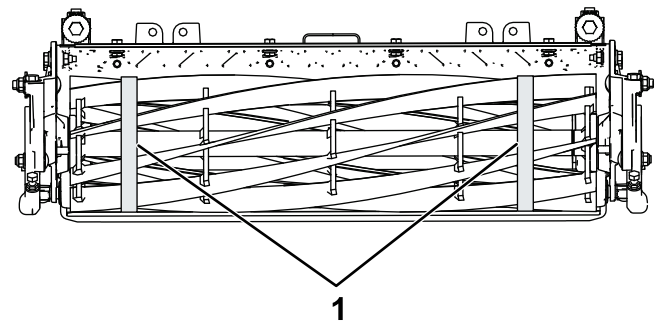

Figura 35
3. Cu ajutorul unei rulete pentru diametru, măsurai diametrul exterior al cilindrului, la ambele capete (Figura 35); diferența de diametru exterior dintre capete trebuie să fie mai mică de 0,250 mm. Dacă diferența este mai mare, rectificai pentru a corecta diferența.